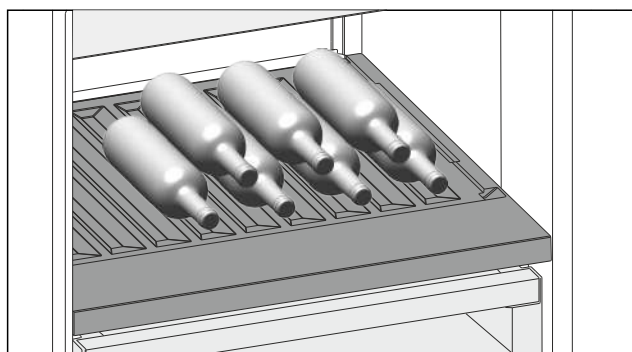

Fig. 99
- Introduzca las botellas con la base orientada hacia la pared posterior. (consulte Fig. 99)